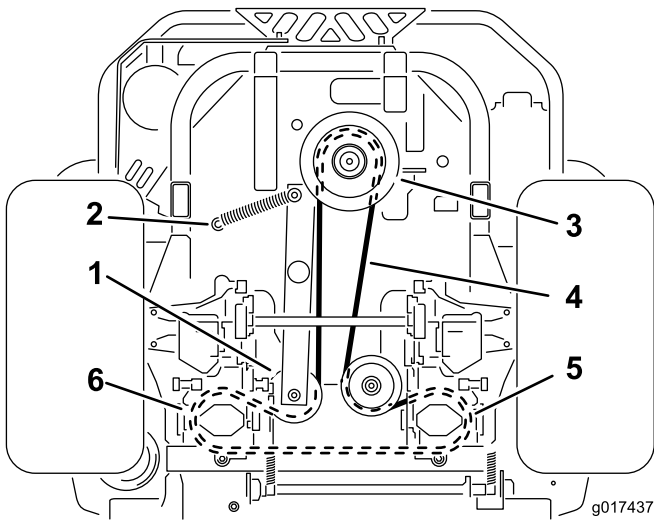

図 61
4. 機体をもち上げて、ジャッキスタンドで支える図 61。
6. ポストからアイドルスプリングを外す図 61。